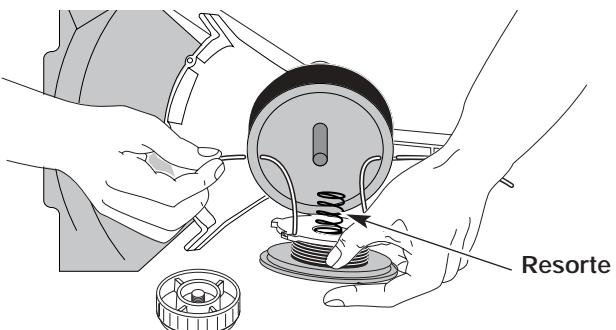

Fig. 35
13. Inserte los extremos de la línea a través de los ojalillos de la bobina exterior y coloque el carrete interior con el resorte dentro de la bobina exterior (Fig. 35). Empuje el carrete interior y la bobina exterior entre sí. Mientras sostiene el carrete interior y la bobina exterior, tome los extremos y tire con firmeza para soltar la línea de las ranuras de fijación de la bobina.
5. Inserte los extremos de la línea en los ojalillos de la bobina exterior (Fig. 35).